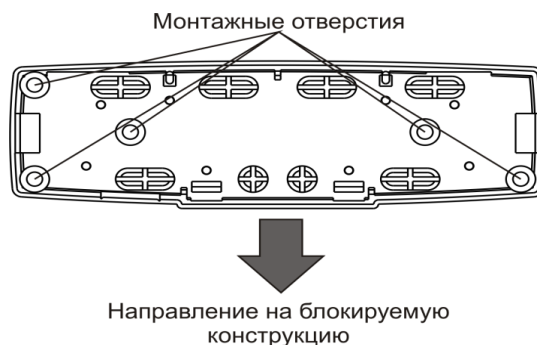

Рисунок 11.12
- на выбранном месте установки сделать разметку под крепежные отверстия по приложенному основанию (рисунок 11.12):